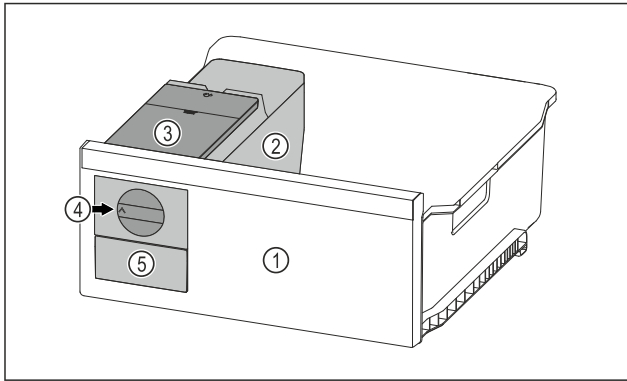

Fig. 90 Beispielhafte Darstellung
- Drehknopf Fig. 90 (4) im Uhrzeigersinn bis zum Anschlag drehen.
- ▷ Eiswürfel fallen aus der Eiswürfelschale in das Eiswürfelschubfach Fig. 90 (5).